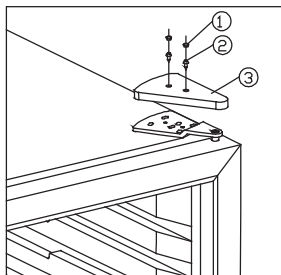
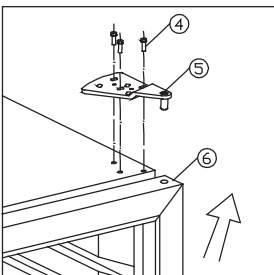
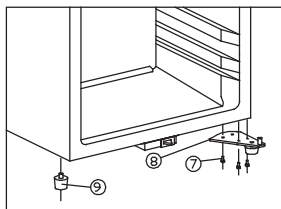

fig. 5.1
fig. 5.2
fig. 5.3
- Enlever les bouchons de caoutchouc (1). Voir fig. 5.1.
- Retirez les vis (2) et retirez le cache-charnière (3).
- Retirez les 3 vis (4) qui maintiennent la charnière supérieure et retirez la charnière supérieure (5) en la levant. **SOUTENEZ LA PORTE !** Voir fig. 5.2.
- Retirez la porte (6) en la levant et placez l'armoire sur le dos.
- Retirez les 3 vis (7) qui maintiennent la charnière inférieure (8) . Voir fig. 5.3.
- Démontez pied (9) de l'armoire et remontez-le sur le côté opposé.
- Montez la charnière inférieure sur le côté gauche en utilisant les 3 vis (7).